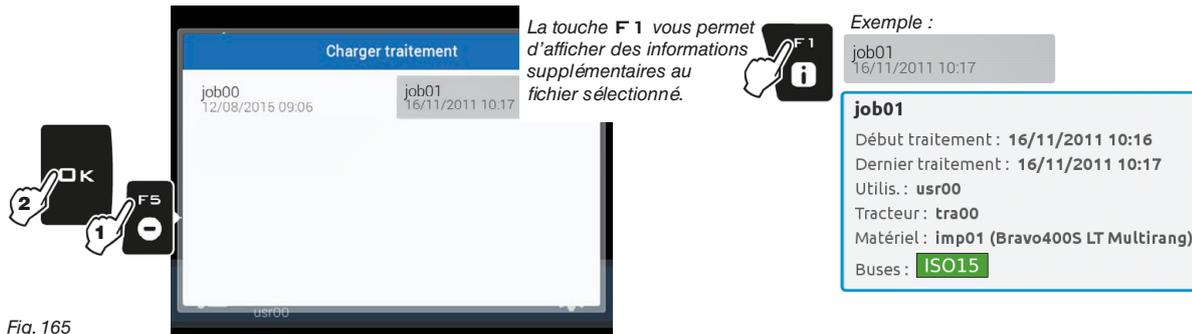

Fig. 165
- 2 Sélectionnez le traitement parmi les traitements proposés dans la liste (Fig. 165) et appuyez sur **OK** pour confirmer la sélection.